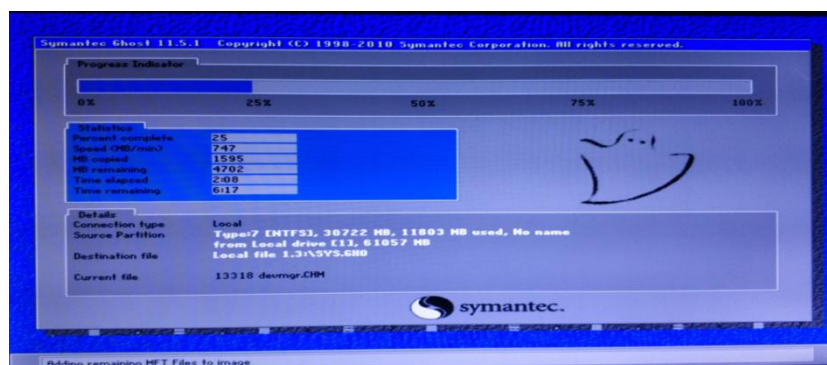

图 7 Recovery 按键还原进行界面
(3) 之后就会直接进到还原系统界面开始还原系统（如图 7 所示），还原完成后会自动启重系统。